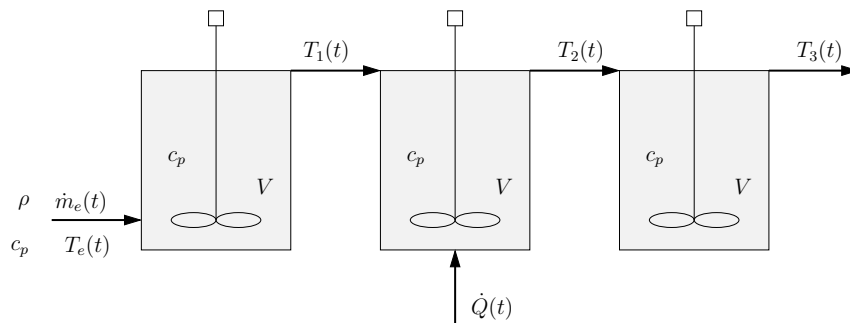

Figura 8: Tanques em série.
8. Considere o processo mostrado na Figura 8. A velocidade do fluxo de massa de líquido através dos reservatórios é constante ( $\dot{m}_e$ ). São considerados constantes a densidade  $\rho$ , os volumes dos tanques  $V$  e as capacidades caloríficas dos tanques e dos fluxos  $c_p$ . Deseja-se saber como a temperatura de entrada  $T_e(t)$  e a transferência de calor  $\dot{Q}(t)$  afetam a temperatura de saída  $T_3(t)$ . Para esse processo, desenvolva o modelo matemático, determine as funções de transferência relacionando  $T_3(t)$  a  $T_e(t)$  e  $\dot{Q}(t)$ , e desenhe o diagrama de blocos.